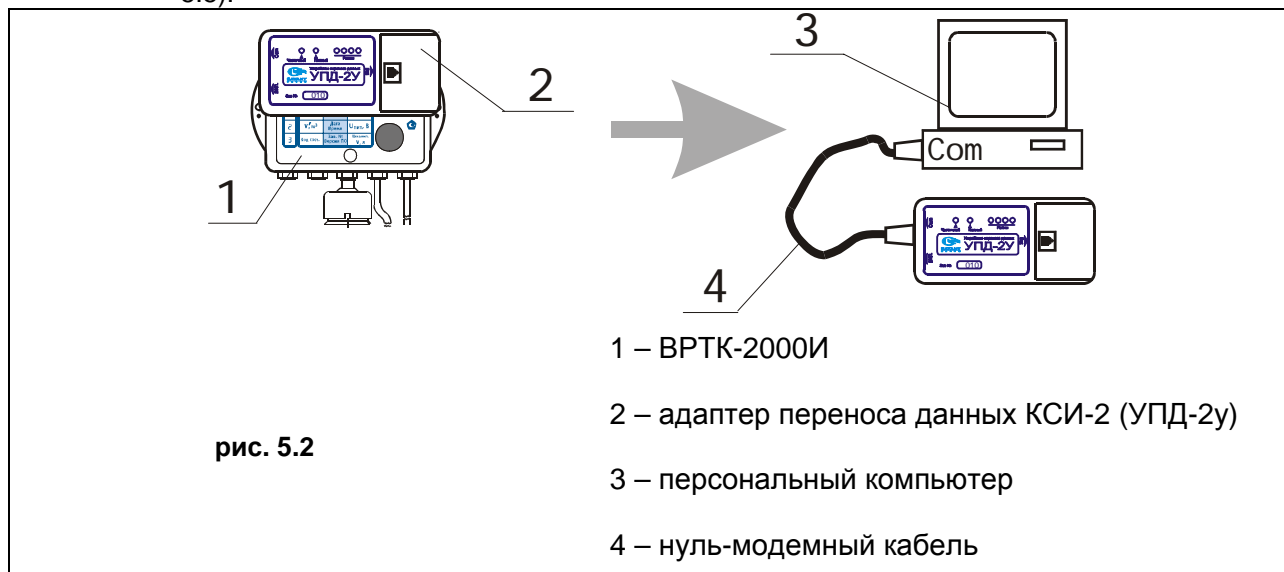

рис. 5.2
- чтение и перенос текущих и архивных данных обходчиком при помощи устройства переноса данных УПД-2у со ВРТК-2000И на ПК (рис. 5.2).